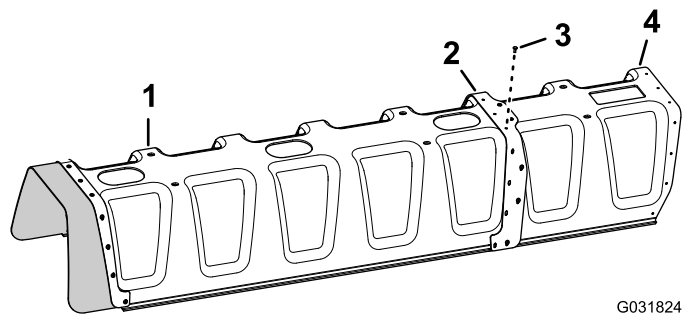

Figure 150
4. Fixez l'extension au couvercle de la section à 11 buses (Figure 150) au moyen des 11 rivets aveugles (réf. Toro 114439).